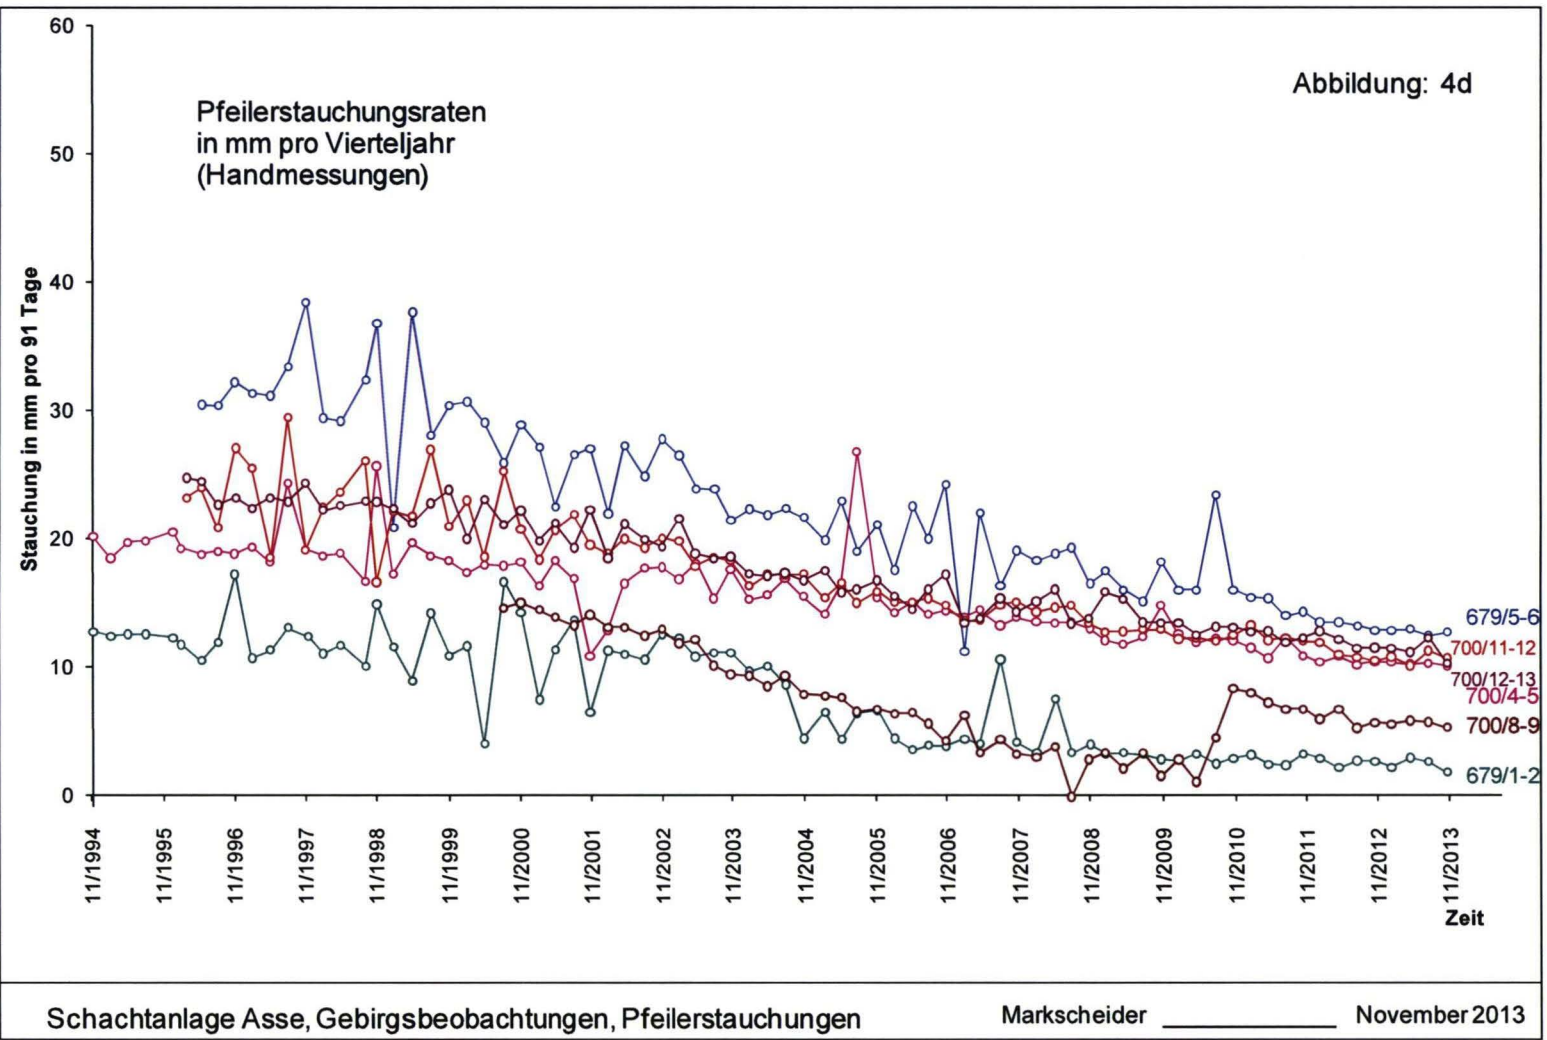

Abbildung 4d: Pfeilerstauchungsraten 679- und 700-m-Sohle [mm/91 Tage]
- Abbildung 4d: Pfeilerstauchungsraten 679- und 700-m-Sohle [mm/91 Tage]